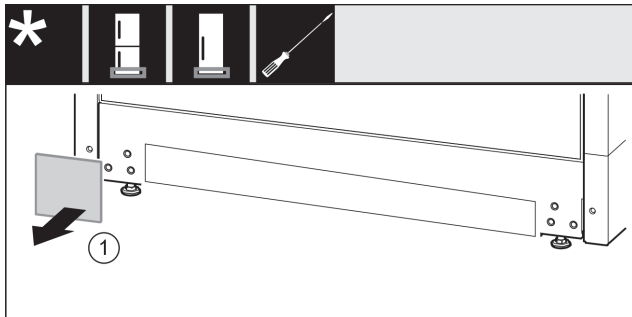

Fig. 27
- ▶ Vegye le a fedelet Fig. 27 (1).